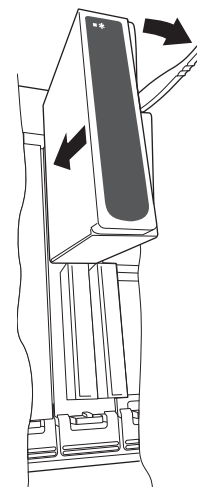

Figura 6 Instalación del módulo de E/S
1. Mueva la palanca de sujeción del módulo hacia delante hasta la posición de desbloqueo, como se muestra en Figura 6.